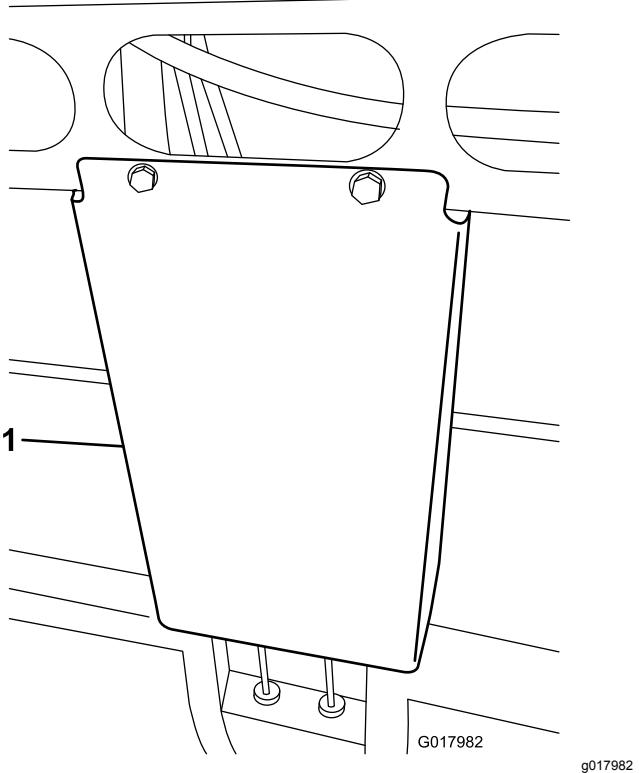

Рисунок 1
8. Снимите щиток, закрывающий гидравлические линии, под передней средней частью машины (Рисунок 1).